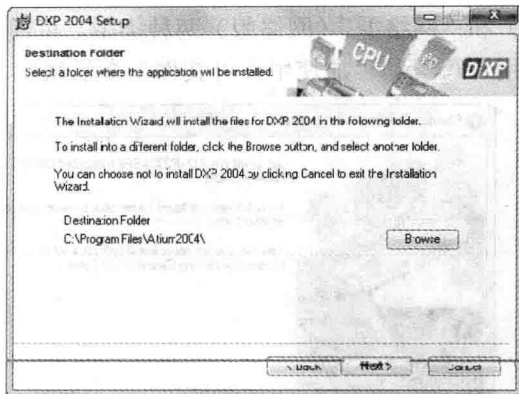

图 1-6 Protel DXP 2004 安装路径
(4) 单击 Next 按钮，进入安装路径选择窗口，一般默认为“C:\Program Files\Altium2004\”，如图 1-6 所示。